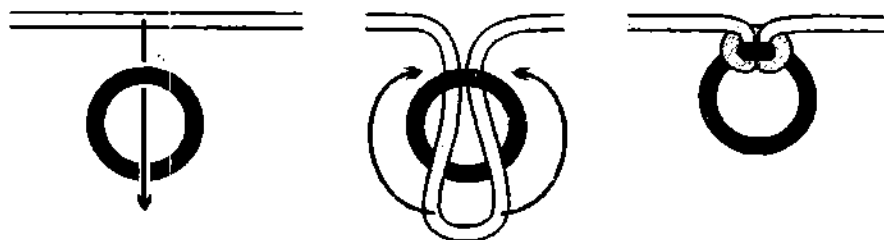

Рис. 588. Привязывание кольца к середине верёвки с помощью **коровьего узла**.
**Коровий узел** в основном используется как временный узел. Из-за того, что узел можно использовать в качестве затягивающейся петли, очень часто **коровий узел – мёртвую петлю** – вяжут для обтягивания и затягивания всевозможных предметов. С помощью **коровьего узла** можно привязать корову к колышку, завязать рюкзак или мешок. Самым лучшим способом ввязывания кольца в середину длинной верёвки, является крепление с помощью **коровьего узла** (рис. 588).